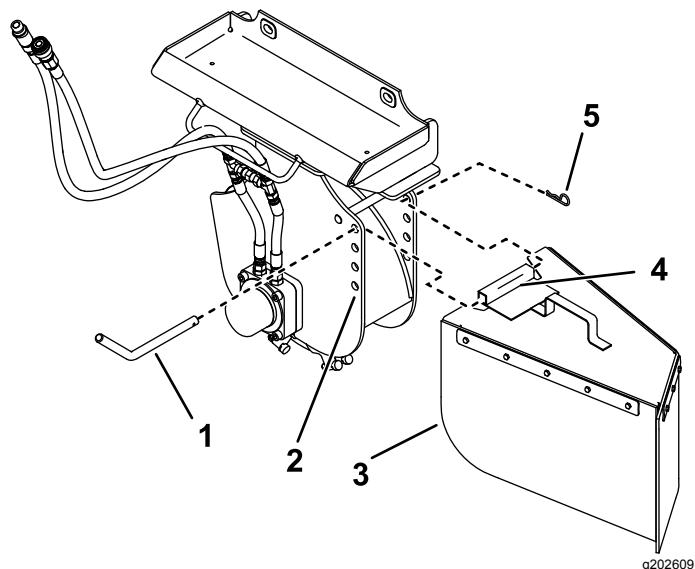

Figure 10
La rogneuse de souches comprend 4 jeux de trous permettant le montage du pare-copeaux (Figure 10). Remontez le protecteur (trous supérieurs) pour
1. Placez le tube de montage sur l'écran de protection, entre 2 trous de la rogneuse (Figure 10).
2. Insérez la broche de l'écran de protection dans les trous de la rogneuse et le tube de montage (Figure 10).
3. Fixez la broche avec une goupille fendue (Figure 10).